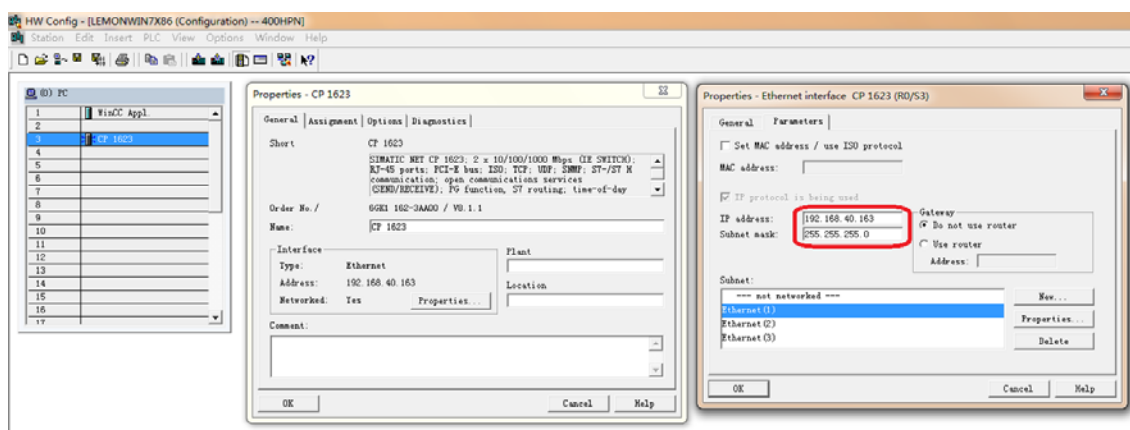

图 4
(B) 在 PC Station 中添加 WinCC Application 和 CP1623，设置 CP1623 的 IP 地址为 192.168.40.163，本例中仅使用一块 CP1623 和 S7-400H PN 通信，如图 4 所示。